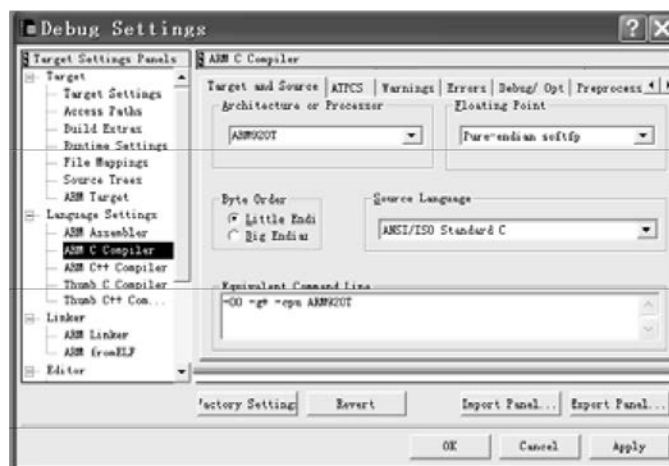

图 7.7 Language Settings 对话框
- 2) 编译器的选项设置（Language Settings）。Language Settings 目录下选 ARM C Compiler，由于目标板采用的 S3C2410ARM 芯片属于 ARM9 系列，这里需要将该选项中的各个子选项对话框的“Target”或“Target and Source”选项卡下的“Architecture or Processor”对话框设定在“ARM920T”。如图 7.7 所示：